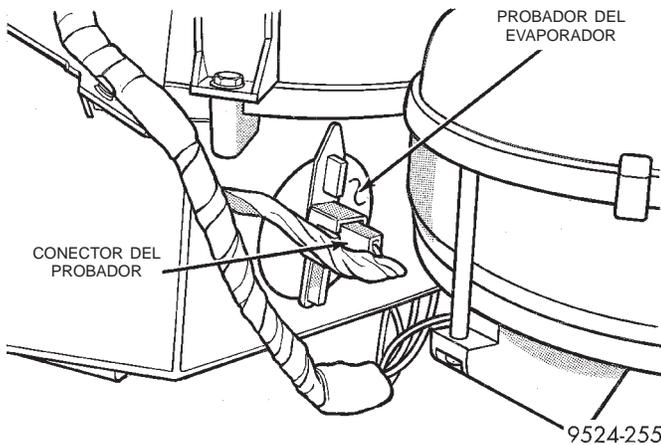

Fig. 41 Cableado del probador del evaporador
- (1) Desconecte la batería.
- (2) Retire el silenciador/conducto de abajo del tablero, en el lado derecho.
- (3) Desconecte el conector del cableado para el probador del evaporador (Fig. 41).